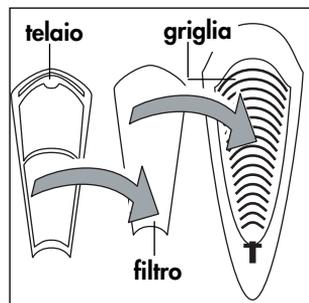

Fig. 16
- 1) Posizionare il filtro con il lato più scuro rivolto verso la griglia in plastica e, successivamente, il telaio. (fig. 16).